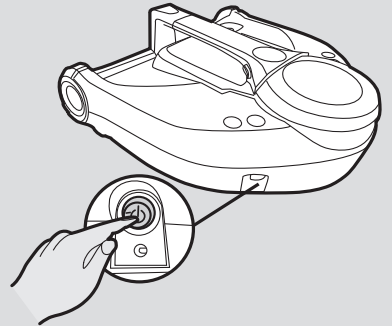

Abb. 8
1. Drücken Sie die EIN/AUS-Taste an der Seite vom Roboter. **[Abb. 8]**
6. Drücken Sie die EIN/AUS-Taste an der Seite vom Roboter. **[Abb. 8]**